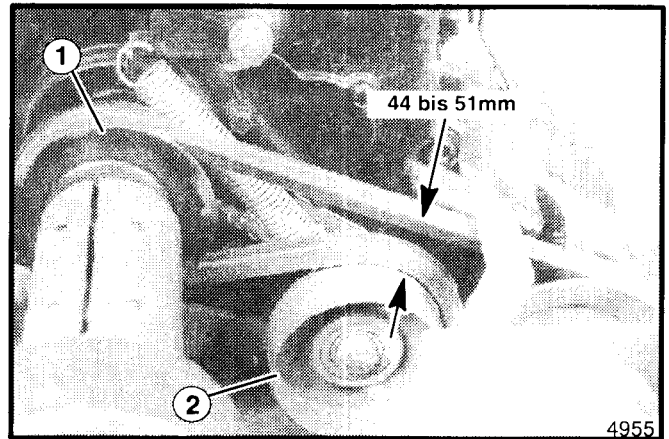

Abbildung 21. Antriebsriemenabstand
9. Antriebskupplung einrücken. Den Abstand von der Oberkante der Spannrolle bis zur Oberkante des Antriebsriemens messen (siehe Abbildung 21). Das Maß muß 44 mm bis 51 mm (1 3/4 bis 2 Zoll) betragen.